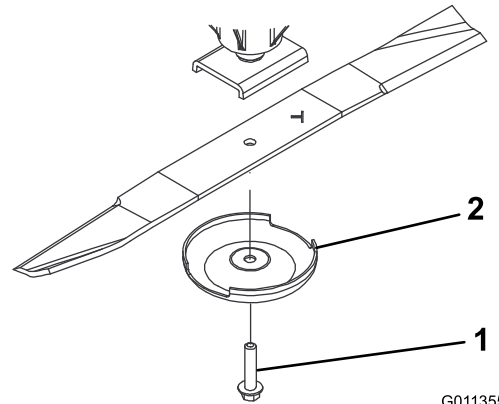

Figura 72
3. Sujete el extremo de la cuchilla con un trapo o un guante con acolchado grueso y retire el perno de la cuchilla, el protector del césped y la cuchilla del eje (Figura 72).
4. Instale la cuchilla con la vela hacia la carcasa de corte, con el protector de césped y el perno de la cuchilla (Figura 72).